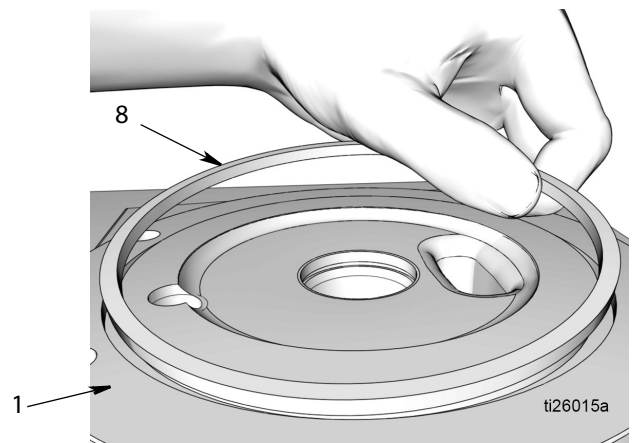

Рис. 28
21. Извлеките прямоугольное уплотнительное кольцо круглого сечения (8) из основания насоса (1) (Рис. 28). Для надлежащей утилизации утилизируйте уплотнительное кольцо круглого сечения в соответствии со всеми правовыми нормами.